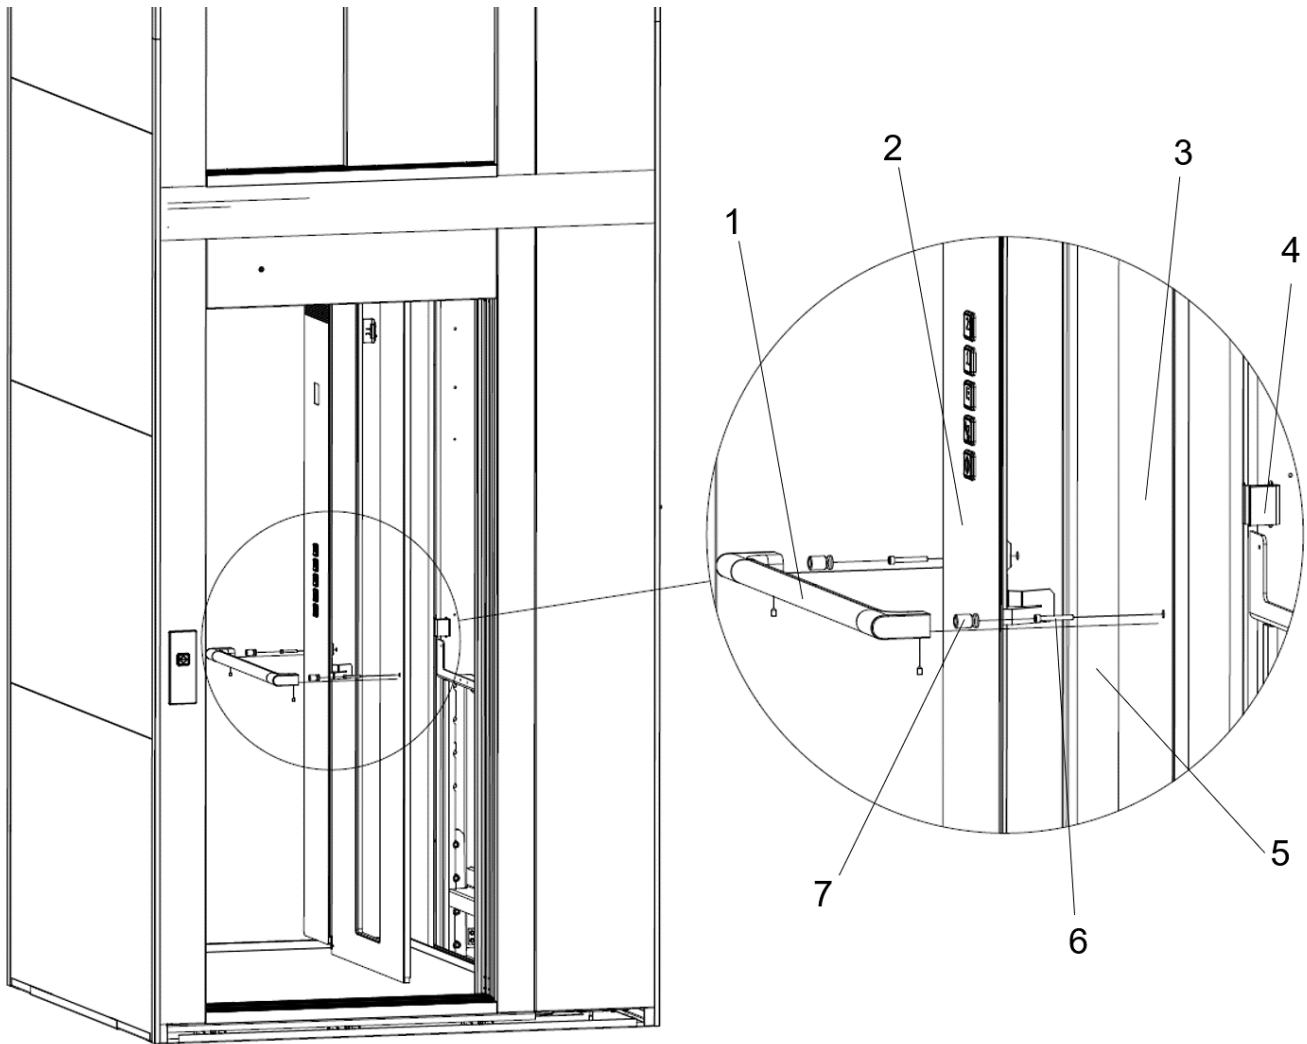

Fig. 23 Demontering av D-sidans mellanliggande vägghäls
1. Avlägsna handtagsstången (1) och manöverpanelen (2) enligt beskrivningen ovan.
2. Avlägsna handtagsstångens knoppar (7) genom att skruva ur skruvarna (6), se Fig. 23.
3. Sträck dig in i manöverpanelens (5) hål och tryck på de små väggfästena (4) som håller den mellanliggande vägghälsen (3) så att vägghälsen lossnar från väggfästena. Lyft vägghälsen uppåt och sedan utåt.